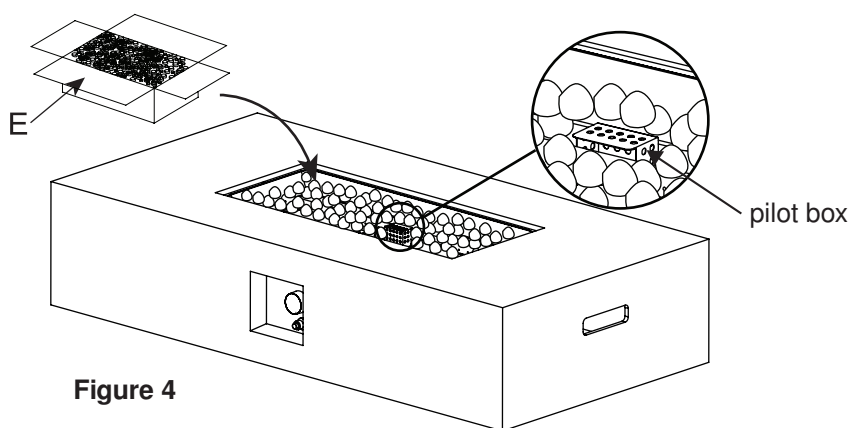

Figure 4
5. Ulijte lavine stijene (E) u posudu ložišta (B) (vidi Figure 4).